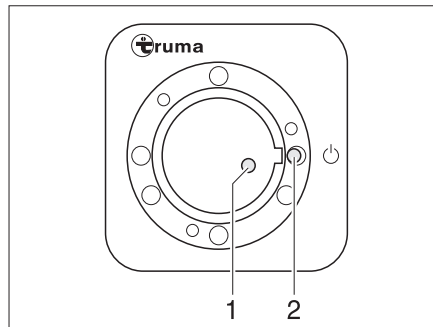
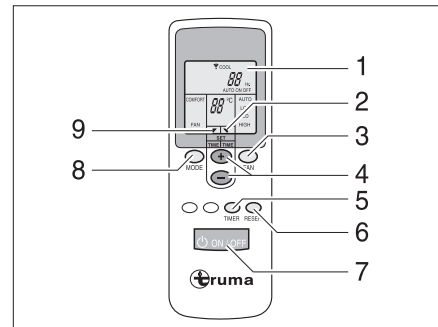

Bild 218 Empfänger
Bild 219 Fernbedienung
Die Fernbedienung (Bild 219) und der Empfänger (Bild 218) für die Klimaanlage befinden sich im Küchenbereich.
- Zum Einschalten die Taste (Bild 219,7) auf der Fernbedienung drücken. Die grüne Kontroll-Leuchte (Bild 218,1) zeigt den Kühlbetrieb an.
- Die gewünschte Betriebsart mit der Taste (Bild 219,8) einstellen.
- Bei Bedarf mit den Tasten (Bild 219,3 und 4) die gewünschte Gebläseleistung und Raumtemperatur einstellen. Der Pfeil (Bild 219,9) zeigt den gewählten Einstellmodus an.
- ▷ Am Empfänger befindet sich ein zusätzlicher Tastschalter (Bild 218,2), mit dem die Klimaanlage auch ohne Fernbedienung aus- oder eingeschaltet werden kann. Wenn die Klimaanlage über diesen Tastschalter eingeschaltet wird, dann wird automatisch die zuletzt auf der Fernbedienung eingestellte Betriebsart gewählt.
- Zum Ausschalten die Taste (Bild 219,7) auf der Fernbedienung erneut drücken.
- Zum Programmieren die Klimaanlage mit der Taste (Bild 219,7) auf der Fernbedienung einschalten.
- Mit den Tasten (Bild 219,8,3 und 4) die gewünschte Betriebsart und Raumtemperatur einstellen.
- Mit der Taste (Bild 219,5) die gewünschte Funktion (Bild 219,1) auswählen:
- Mit den Tasten (Bild 219,4) die gewünschte Schaltzeit wählen (1 bis 15 Stunden). Der Pfeil (Bild 219,2) blinkt und zeigt den Einstellmodus an.
- ▷ Mit der Taste (Bild 219,6) werden die Einstellungen der Fernbedienung wiederholt an den Empfänger gesendet.